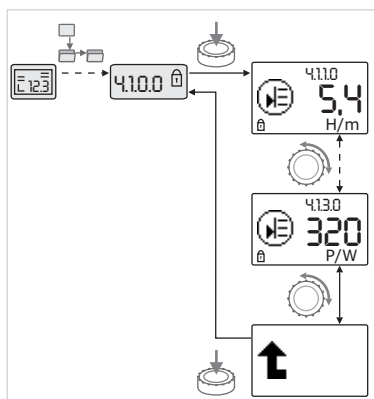

Fig. 40: Hente frem informasjon
- Ved å dreie på den røde knappen aktiveres menyelementer av typen «Informasjon» i den aktuelle undermenyen (se fig. 40). For forklaringer til innstillingene som vises med symbolene, se tabellen i kapittel 8.7 «Referanse menyelementer» på side 36.